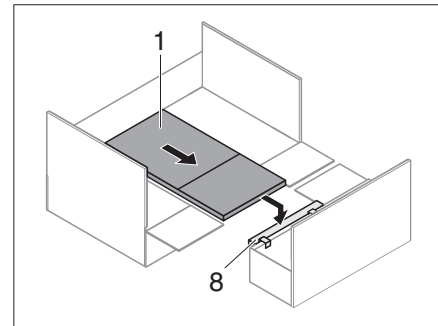

Fig. 198 Mesa sobre el soporte del armazón de cama
- Enganchar el soporte del armazón de cama (Fig. 198,8).
- Extraer la mesa acoplable (Fig. 198,1) y posicionarla sobre el soporte del armazón de cama enganchedo (Fig. 198,8).